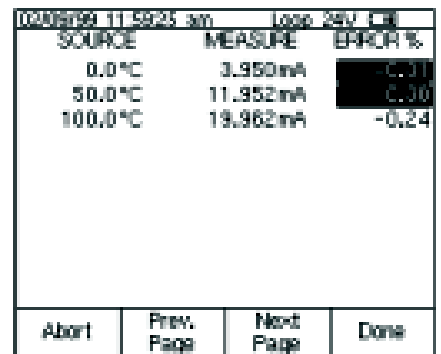

图 22
4. 按 Done，然后再按 Auto Test 键。测试完成以后，显示误差一览表（图 22）。超过误差的测试用加亮方式显示出来。如果测试通过，即没有加亮的误差显示，则不需要进行调节。如果有加亮的误差，就需要进行输出调节的工作。按 Done 软键退出测试结果屏幕，根据需要编辑标签、序列号或 ID 域，然后再按 Done 键。